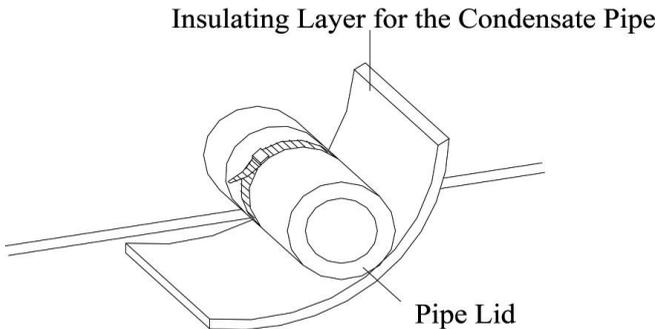

Fig.13 Isolamento do tubo de condensados
- a. Instale o tubo de condensados com uma pendente constante de 5 a 10° para uma boa saída da água de condensação. Verifique que não existem fugas no tubo e nas juntas, que devem ser bem isoladas para evitar condensações superficiais (Fig. 13).